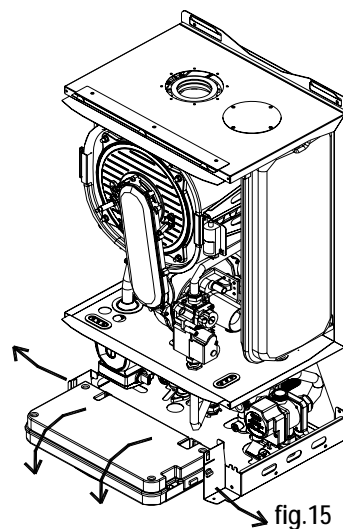

fig.15
- Saisir simultanément les équerres du tableau de commande (fig.15) et, en les écartant, baisser le tableau en le faisant tourner vers le bas.